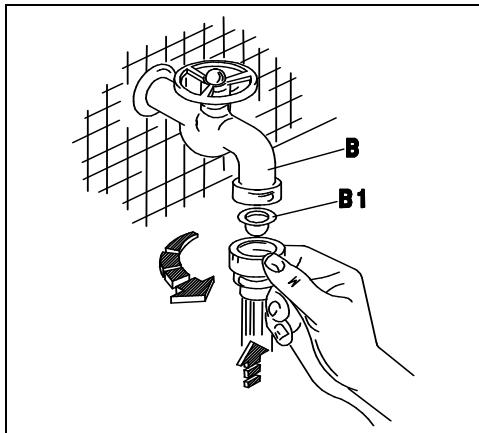
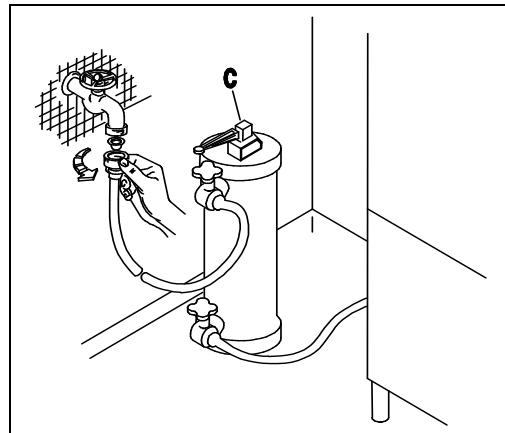
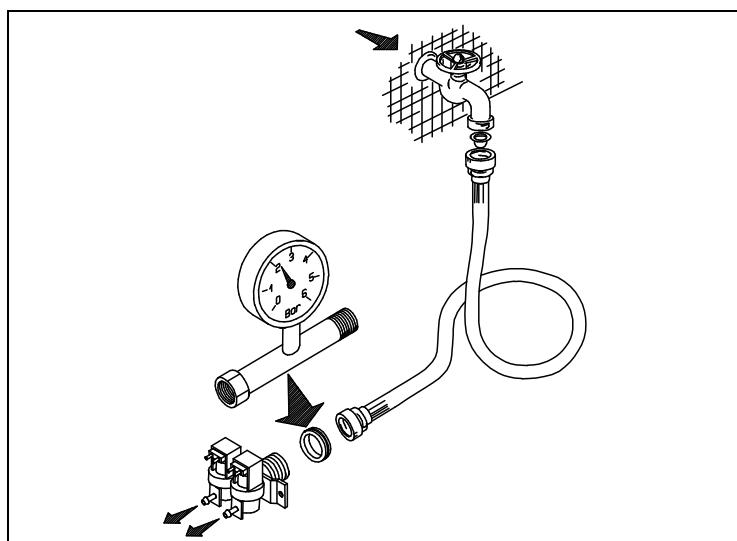
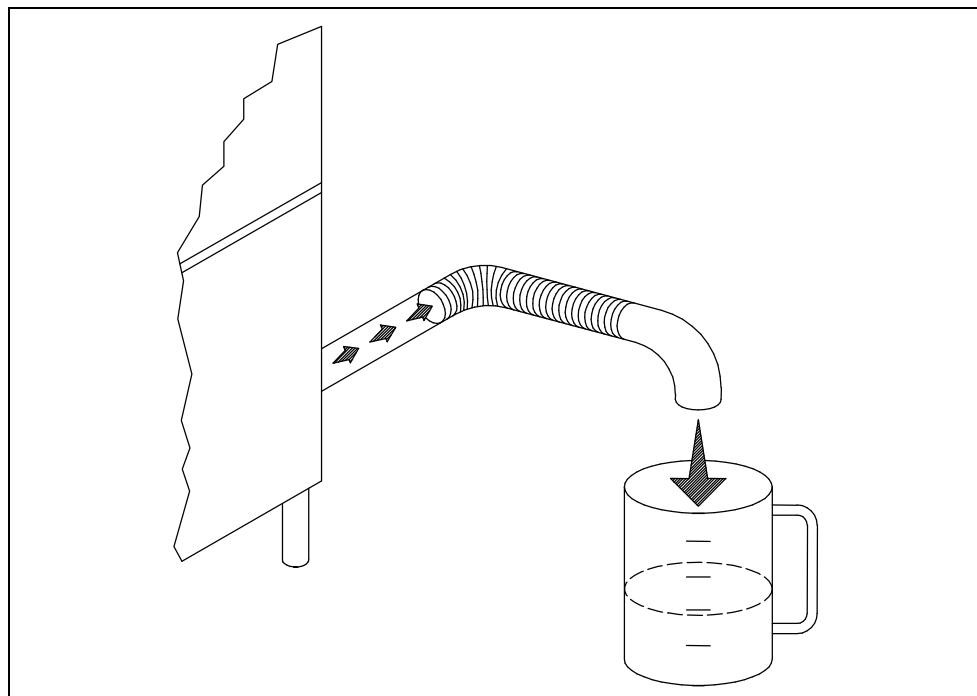

Fig. 2-2
Fig. 2-3
Fig. 2-4
Fig. 2-5
- L'apparecchio è previsto per l'allacciamento all'acqua fredda o calda (max 50 + 55°C), con una pressione a valvola aperta come indicato nella Tab. 2-1. In caso di pressione superiore alla massima consigliata, bisogna installare un riduttore di pressione. In caso di pressione inferiore alla minima consigliata, bisogna installare una pompa di aumento pressione di max 0.5 Hp, con una portata di 20 L/min ed una prevalenza di 15÷20 mt. Il controllo della pressione deve essere effettuato all'ingresso dell'elettrovalvola (ved. fig.2-4). La condutture dell'acqua deve avere un diametro interno di almeno 16/18 mm (ved.fig.2-5). Collegare il tubo di carico acqua dell'apparecchio ad un rubinetto d'intercettazione (B), posto preferibilmente nelle immediate vicinanze dell'apparecchio, interponendo l'apposito filtro in dotazione (B1) (ved. fig.2-2). Si consiglia l'installazione di un decalcificatore (C) (non in dotazione), montato a monte dell' elettrovalvola della macchina (ved. fig. 2-3).
- The appliance is designed for connection to the cold or hot water supply (max. 50 55°C) at a mains pressure with the valve open as shown in Table 2-1 and a minimum output of 10 litres/min. If pressure exceeds the maximum, fit a pressure reducer. If pressure is lower than the minimum, fit a pressure booster pump of max. 0.5 HP, with an output of 20 litres/min. and a head of 15÷20 metres. Pressure must be measured at the solenoid valve inlet (see fig. 2-4). The water pipes must have an internal diameter of at least 16/18 mm (see fig. 2-5). Connect the appliance water supply pipe to a cut-out tap (B), preferably placed close to the appliance, fitting the special filter provided (B1) (see fig. 2-2). We recommend fitting a water softener (C) (not provided) upstream from the machine solenoid valve (see fig. 2-3).
- Das Gerät ist für den Anschluss an Warm-und Kaltwasser (max. 50-55°C) vorgesehen, wobei der Druck bei offenem Ventil dem in Tab. 2-1. Bei höherem Druck als dem empfohlenen einen Druckminderer installieren. Bei niedrigeren Druck als empfohlen eine Druckerhöhungspumpe mit max. 0,5 PS , einer Förderleistung von 20l/min und einer Förderhöhe von 15-20m installieren. Die Druckkontrolle muss am Eingang des Elektroventils erfolgen (siehe Bild 2-4). Die Wasserleitung muss einen Innendurchmesser von mindestens 16/18 mm aufweisen (siehe Bild 2-5). Den Zulaufschlauch des Gerätes an einen möglichst nahegelegenen Wasserhahn (B) anschliessen und den vorgesehenen Filter (B1) anbringen (siehe Bild 2-2). Der Einbau eines Etkalkers (C) wird empfohlen; dieser gehört nicht zur Ausstattung und muss vor dem Elektroventil der Maschine eingebaut werden. (siehe Bild 2-3).
- L'appareil peut être raccordé à l'eau froide ou chaude (50:55°C max) à une pression, soupape ouverte, comme indiqué dans le tableau 2-1. Si la pression dépasse la pression maximum conseillée, il faut installer un réducteur de pression. Si la pression est inférieure à la pression minimum conseillée, il faut installer une pompe pour faire augmenter la pression de 0,5 Hp max., à un débit de 20 litres /min et à une hauteur d'élévation de 15-20 m. Le contrôle de la pression sera effectué à l'entrée de l'électrovanne (voir fig. 2-4). Les conduites d'eau auront un diamètre interne d'eau moins 16/18 mm (voir fig. 2-5). Raccorder la conduite d'arrivée de l'eau de l'appareil à un robinet secondaire (B), installé si possible tout près de l'appareil, après avoir intercalé le filtre spécial fourni (B1) (voir fig. 2-2). Nous conseillons d'installer un adoucisseur (C) (non fourni) qui sera monté en amont de l'électrovanne de la machine (voir fig. 2-3).
- Este aparato se puede alimentar con agua caliente o fría (máx. 50 ÷ 55°C); la presión del agua con válvula abierta está indicada en la tabla 2-1. En caso de que la presión fuera superior a la máxima que se aconseja, instale un reductor de presión; si fuera demasiado baja, instale una bomba de aumento de presión de 0,5 Hp (máximo), con un caudal de 20 litros por minuto y una altura de elevación de 15 a 20 m. El control de la presión se debe efectuar en la entrada de la electroválvula (véase fig. 2-4). La tubería del agua debe tener un diámetro interior de 16-18 m. por lo menos (véase fig. 2-5). Conecte el tubo de alimentación del agua del aparato a un grifo de paso (B), que irá montado preferentemente muy cerca del aparato, tras interponer el filtro (B1) del equipamiento base (véase fig. 2-2). Es aconsejable instalar un descalcificador (C) (que no forma parte del equipamiento base). El descalcificador irá montado antes de la electroválvula de la máquina (véase fig. 2-3).